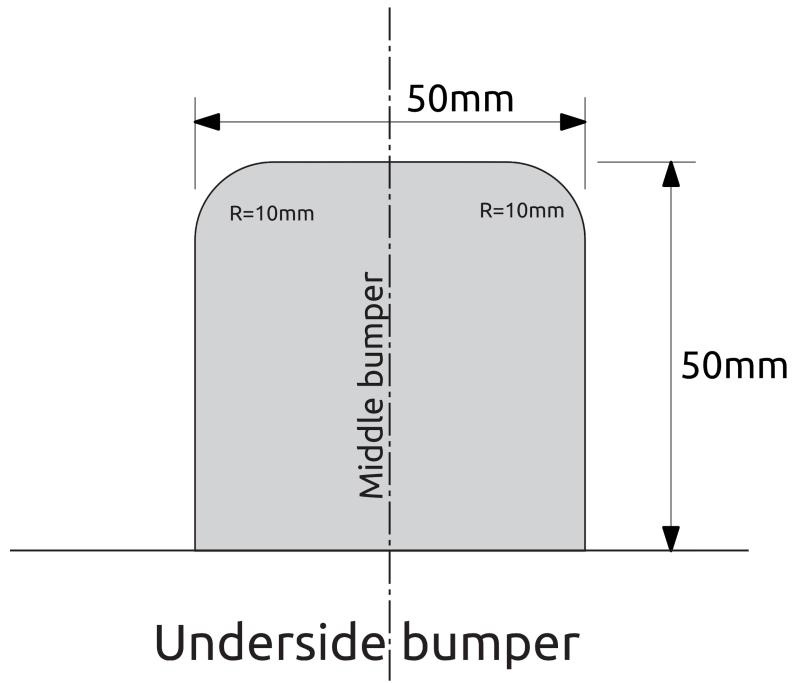

Fig. 4
8. Focus HB; 2011->:: Выпилить обозначенную часть, как указано на рис. 4.